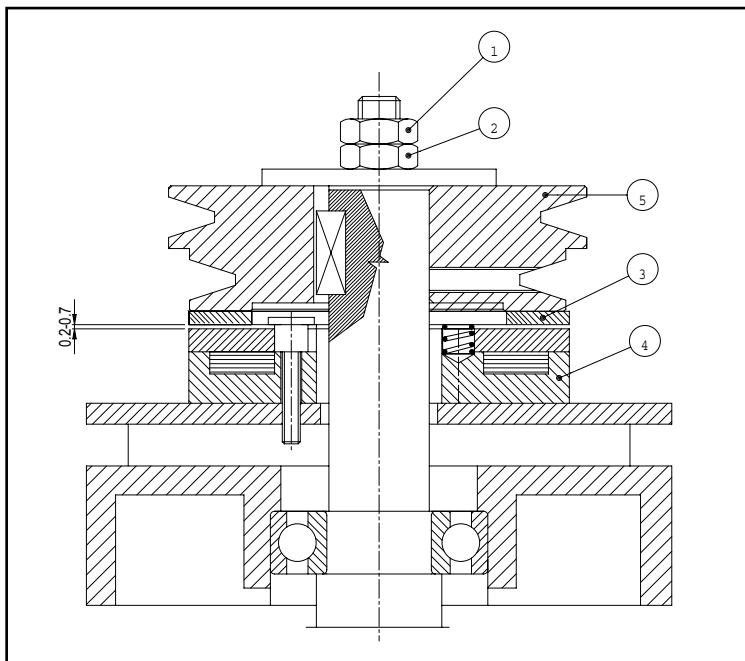

Fig. 7.6
La regolazione dell'intraferro può variare da 0,2 a 0,7 mm, può essere eseguita agendo sul dado e sul controdado posto all'estremità dell'albero. Il valore iniziale dell'intraferro è di 0,2 mm e in caso debba essere regolato si deve rispettare questo valore. L'aumento del traferro derivato dal consumo del materiale di attrito modifica le prestazioni del freno, quindi quando il traferro raggiunge un valore pari a 0,5 mm si rende necessario riportare tale valore a 0,2 mm. La regolazione viene effettuata sbloccando il controdado pos. 1 e agendo sul dado pos. 2 (fig. 7.6), per diminuire la luce girare il dado pos. 2 in senso orario e per aumentarla in senso antiorario. Controllare l'intraferro con uno spessimetro e quando si è trovata la luce giusta, bloccare utilizzando il controdado pos. 1.